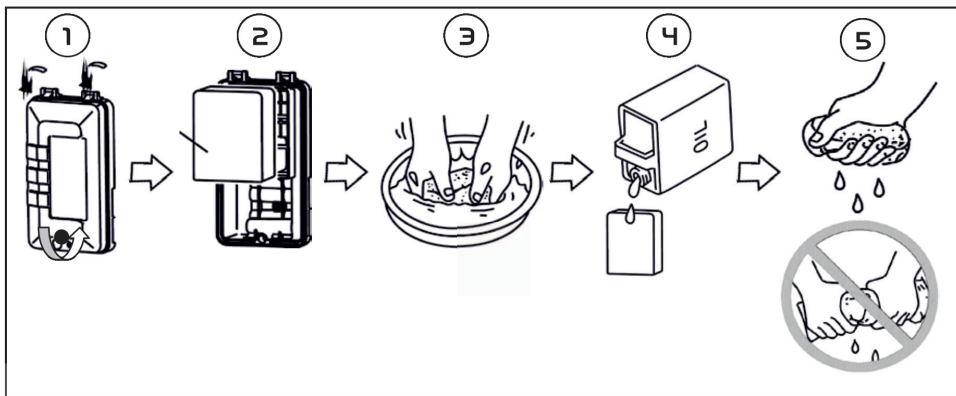

Рис. 25
1. Снимите крышку воздушного фильтра, открутив винт крепления крышки (рис. 25)